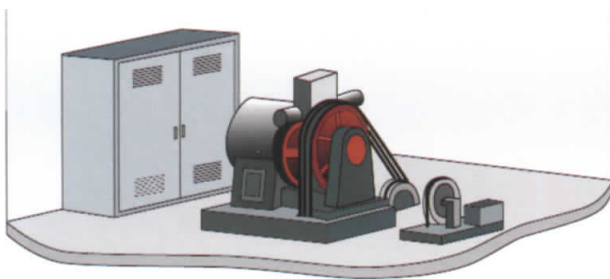

Figura 3
- A casa de máquinas deverá ser exclusivamente destinada aos elevadores. Não é permitido o seu uso como depósito ou instalações de equipamentos alheios aos elevadores ou, ainda, servir de passagem para qualquer outro recinto (NBR NM 207, item 6.1.1/item 6.1.2.2) (Figura 3).